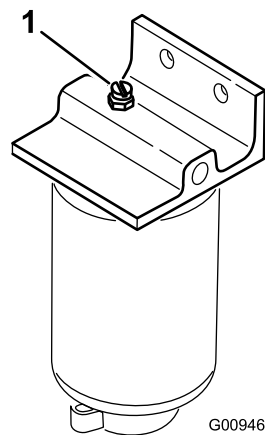

図 44
3. 燃料タンクのキャップの周囲をきれいに拭く (図 44)。